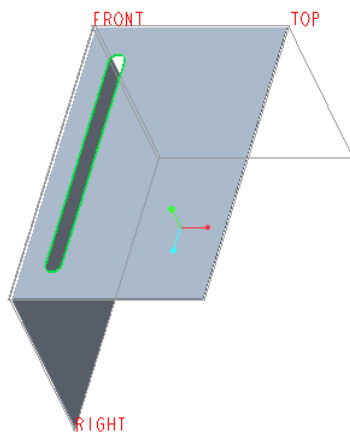

图 5-83 切除出开口槽 (钣金件切口)
(4) 默认的侧 1 拉伸深度选项为 (到下一个), 注意设置能形成钣金件切口, 然后单击 (完成) 按钮, 此时得到的钣金件模型如图 5-83 所示。